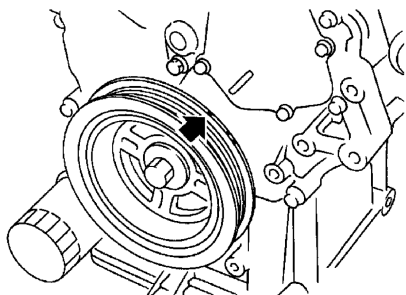

图 3-3 将1缸置于TDC位置
- 9) 如图 3-3 所示获取 1 缸压缩行程上止点(TDC)位置:
① 顺时针旋转曲轴带轮将正时标记(无色槽沟线,见图 3-3 中◀处标记)对准正时指示器。
② 确认 1 缸(气缸侧体一发动机前端)上的进气和排气凸轮尖端。